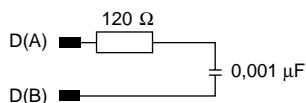

Figure 3 : Termination de ligne Zt
- Terminer les deux extrémités du bus à l'aide d'une résistance de $120\ \Omega$ en série avec un condensateur de $0,001\ \mu\text{F}$ comme indiqué à la figure 3.